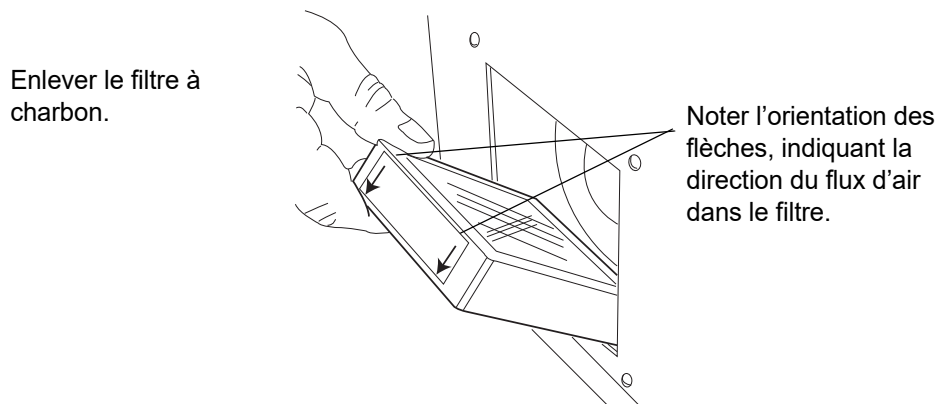

Figure 4-10 Enlever le filtre à charbon
2. Retirer le filtre à charbon de l'automate. Noter que le haut du filtre porte une étiquette, avec des flèches indiquant la direction du flux d'air dans l'unité. Les flèches sont dirigées vers l'extérieur, vers l'arrière de l'automate. (Se reporter à la Figure 4-10.)